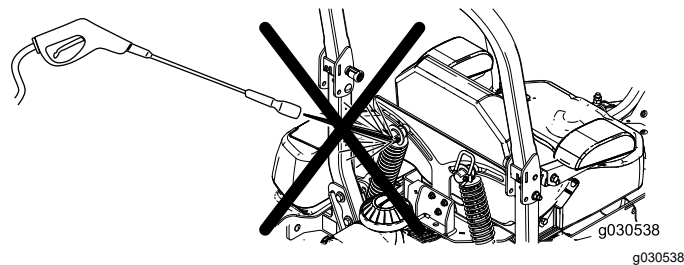

Figura 86
**Notă:** Nu curățați ansamblurile de amortizoare cu apă sub presiune (Figura 86).